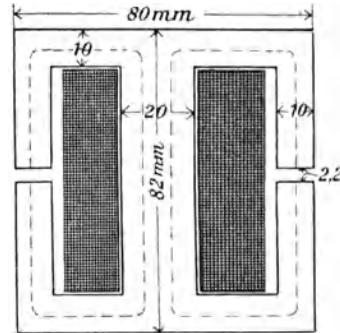

Fig. 125.
spule, deren Abmessungen aus der Fig. 125 zu entnehmen sind. (Die Dimension \perp zur Papierebene beträgt 2 cm.) Auf der Spule befinden sich 400 [320] (160) Windungen mit einem Widerstande von 1,285 [1] (0,86) Ω . Gesucht wird:
Die Kraftlinienlänge im Eisen ist nach Fig. 125 ungefähr 20,4 cm, also wird in zweiter Annäherung
270. Es seien 3 Lampen von je 25 V und 2 A hintereinander geschaltet, und zu jeder parallel die durch Fig. 125 gekennzeichnete Drosselspule. Wie groß wird, bei konstant gehaltener Stromstärke, die Spannung der Maschine, wenn eine der Lampen erlischt und der Spannungsverlust in der Leitung unberücksichtigt bleibt?